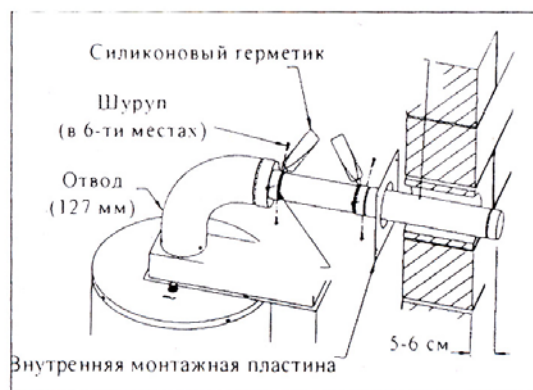

Рис. 8
7. Раздвиньте 76мм телескопическую трубу до максимума и пропустите ее сквозь внутреннюю монтажную пластину. Более толстый конец трубы вставьте в отверстие в стене, более тонкий - в 76 мм. отвод. Просверлите три 3 мм. отверстия сквозь стенки трубы и отвода и заверните в них три шурупа. Настройте длину трубы таким образом, чтобы он выступала снаружи стены примерно на 5-6 см. Просверлите три 3 мм. отверстия сквозь стенки трубы в том месте, где пересекаются более толстая и более тонкая ее части и заверните три шурупа, чтобы зафиксировать длину. Промажьте RTV герметиком места соединения телескопической трубы с отводом и частей телескопической трубы друг с другом. (Рис. 8).